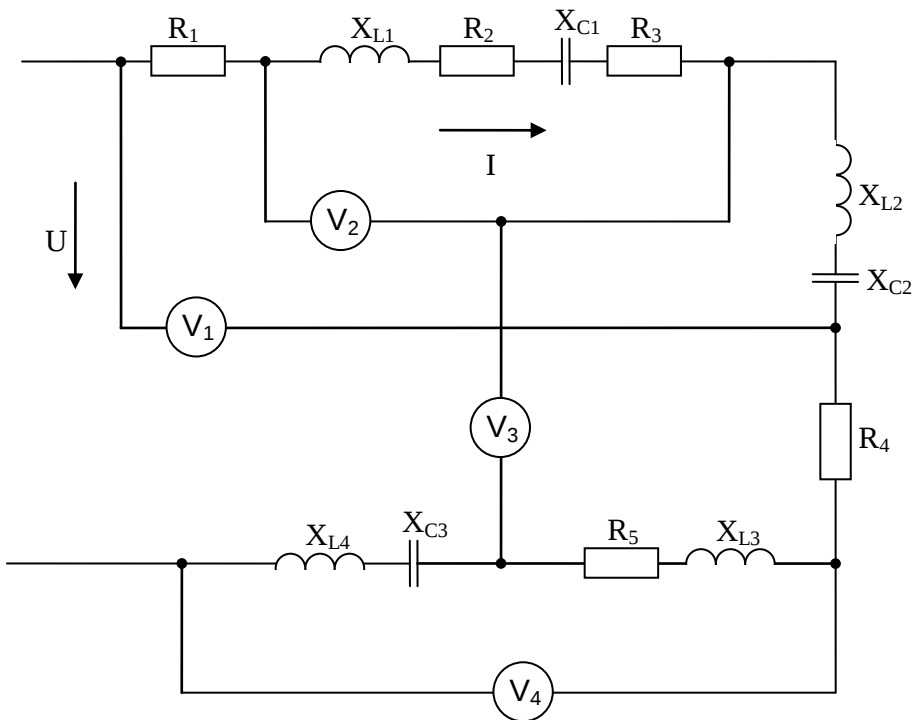

Рис. 16
1. Начертить расчетную схему, оставив те элементы в схеме рис.16, которые входят в вариант задания (таблица 2)